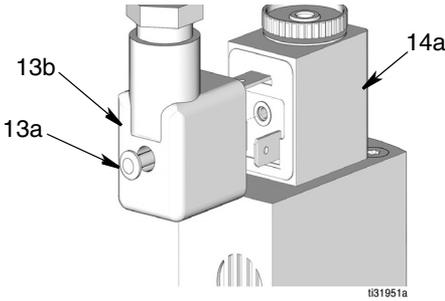

FIG. 36
7. Afloje el tornillo (13a) en la parte trasera del conector del solenoide mini DIN (14a) y desconéctelo del conector del solenoide (14a). Deseche el conjunto del cable (Fig. 36).
3. Vuelva a conectar el conector DIN (13b) al conector del solenoide (14a) (Fig. 36).